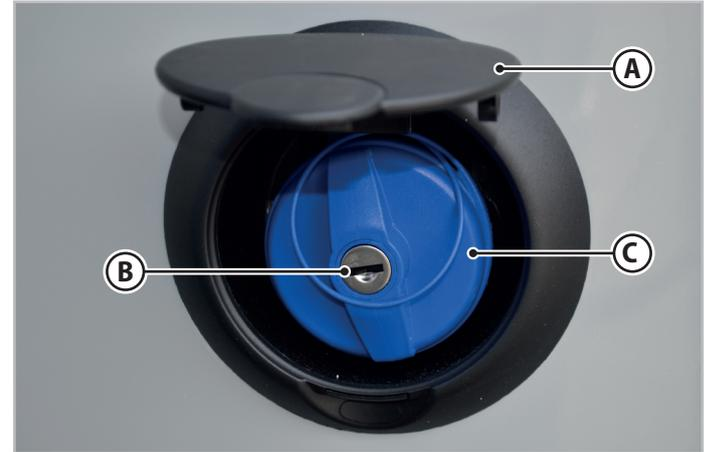

Abb. 6.36 - Auffüllen des Frischwassertanks
1. Heben Sie die Klappe an (A - Abb. 6.36), um Zugang zum Wassereinfüllstutzen an der Seite des Fahrzeugs zu erhalten.
2. Stecken Sie den Schlüssel in das Schloss (B - Abb. 6.36).
4. Drehen Sie den Verschluss (C - Abb. 6.36) gegen den Uhrzeigersinn und entfernen Sie ihn.